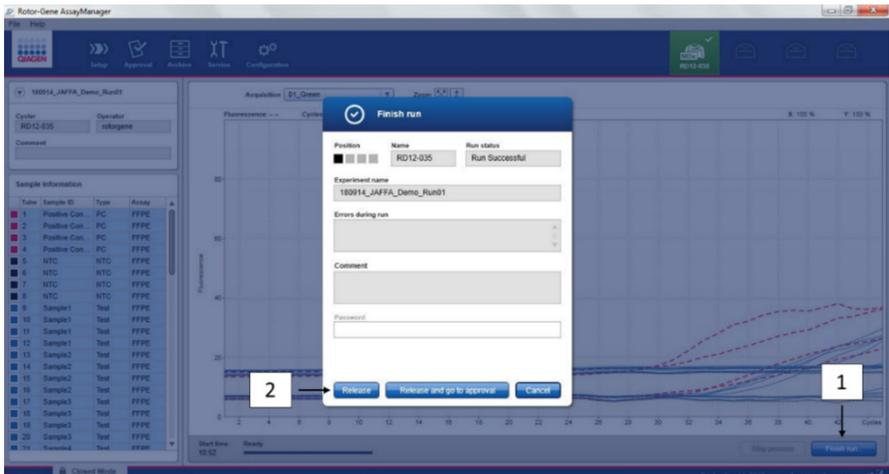

Ilustración 15. Finalización de la serie. Finish run (Finalizar serie) (1) y Release run (Desbloquear serie) (2)
32. Cuando la serie haya finalizado, haga clic en Finish run (Finalizar serie) (ilustración 15).